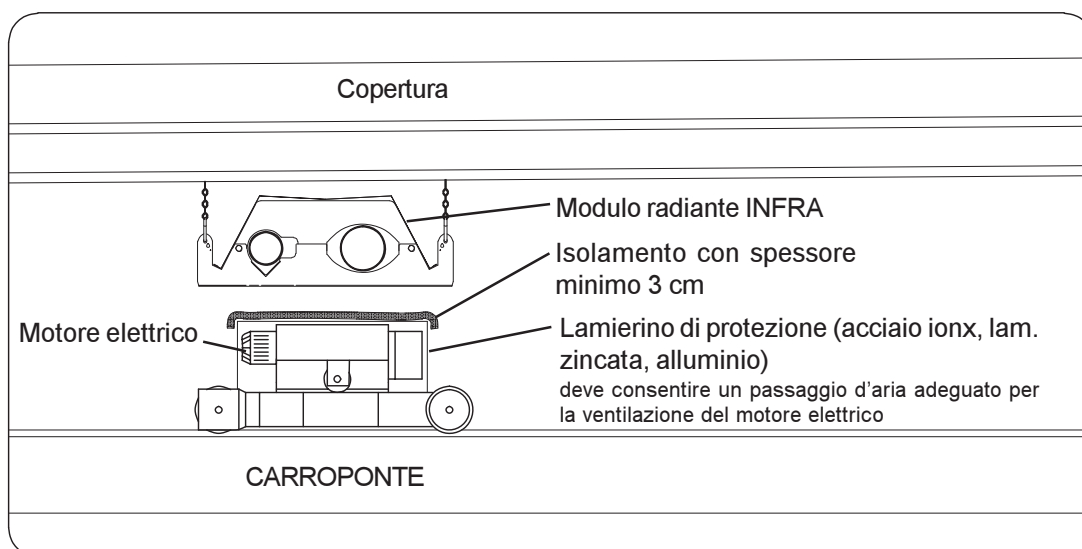

Fig. 13 Esempio di protezione del motore del carro-ponte
Materiali combustibili in deposito dovranno trovarsi ad una distanza dal tubo radiante tale da impedire il raggiungimento di temperature pericolose. Esperienze di laboratorio hanno dimostrato che materiali combustibili (di superficie=0,5 mq.) posti ad una distanza di 1,5 metri dal modulo e ad esso paralleli, non raggiungono mai temperature tali da essere considerate pericolose. In casi particolari qualora sia impossibile rispettare tali distanze (vedi motori dei carrelli posizionati su carro-ponte, cavi elettrici, lampade, cabine), è necessario provvedere ad opportune schermature dei materiali suscettibili ad essere riscaldati dall'irraggiamento termico del modulo (vedi fig. 13).
- 1) Introdurre i due tubi (mandata e ritorno) nella curva per circa 120 mm aiutandosi eventualmente con un martello, facendo attenzione ad interporre una pezza di legno fra martello e manicotto (vedi fig. 13). Fissarli con le viti a corredo della curva.
- 2) Montare successivamente il manicotto \varnothing 108 mm e l'altro tubo di mandata, fissandoli sempre con le viti a corredo, facendo attenzione ad inserire i tubi fino a metà del manicotto (150 mm circa), aiutandosi eventualmente con un martello, attenzione: interporre una pezza di legno fra martello e manicotto (vedi fig. 13).